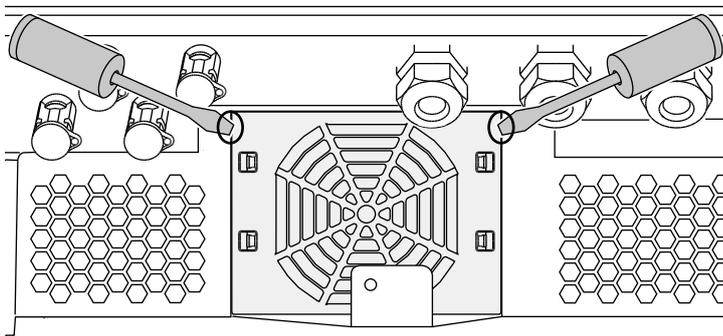

Fig. 66: staccare la griglia della ventola
2. Smontaggio ventola. A tale scopo appoggiare un cacciavite sul bordo della ventola ed esercitare una leggera pressione sulla griglia. ➡ **Fig. 66**